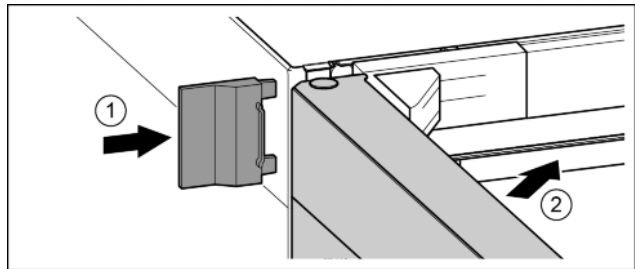

Fig. 25
- ▶ Enfiler le cache extérieur. *Fig. 25 (1)*
- ▶ Fermer la porte supérieure. *Fig. 25 (2)*